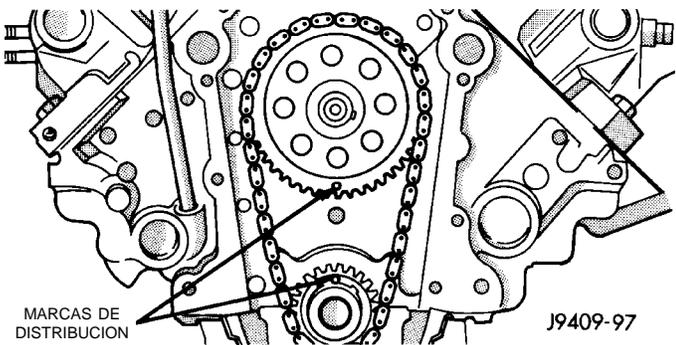

Fig. 30 Alineación de las marcas de distribución
(4) Instale la placa de empuje del árbol de levas y la lengüeta de aceite de la cadena. **Asegúrese de que la ramera se introduzca en el orificio inferior derecho en la placa de empuje.** Apriete los pernos con una torsión de 24 N·m (210 lbs. pulg.). El borde superior de la lengüeta debe estar bien pegado contra la placa de empuje para recibir el aceite necesario para la lubricación de la cadena.
(5) Coloque la rueda dentada del árbol de levas y la del cigüeñal en el banco, situando las marcas de distribución en una línea central imaginaria exacta a través de los huecos del árbol de levas y del cigüeñal.
(6) Coloque la cadena de distribución alrededor de ambas ruedas dentadas.
(7) Haga girar el cigüeñal y el árbol de levas para alinearlos con la ranura de chaveta en la rueda dentada de cada uno ellos.
(8) Levante las ruedas dentadas y la cadena (mantenga las ruedas dentadas contra la cadena en posición tal como se describe).
(9) Deslice uniformemente ambas ruedas dentadas sobre sus respectivos ejes y utilice un escantillón para verificar la alineación de las marcas de distribución (Fig. 30).